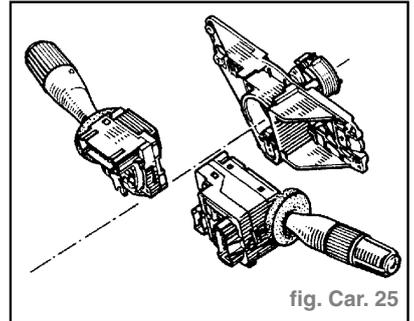

fig. Car. 25
- la manomanette (fig. Car. 25).